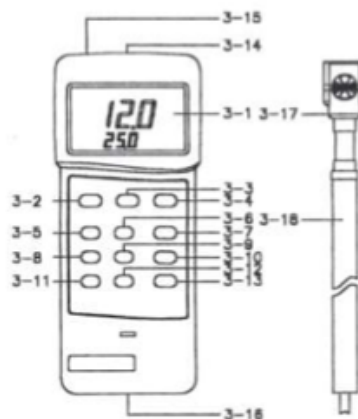

Fig. 1
- 1) Instale el conector de la sonda en la terminal de entrada de la sonda (3-14, Fig.1).
- 2) Encienda el medidor presionando el botón Encendido/Apagado (3-2, Fig.1).
- 3) Seleccione el modo de medición de velocidad presionando el botón VEL/FLUJO (3-7, Fig.1).
- 4) Seleccione la unidad de medición que desea usar, presionando el botón de conversión oC/oF (3-4, Fig.1).
- 5) Seleccione la unidad de medición que desea usar para medir la velocidad, (mph, ft/min, knot, Km/h, m/s) Presionando el botón de unidad/ (3-6, Fig.1).
Durante el proceso de medición, presione el botón de retención de datos (3-3, Fig.1) para retener el valor de su medición en la pantalla, esta indicara el símbolo "HOLD" en el lado izquierdo.*Presione el botón de retención de datos de nuevo para desactivar esta función.
*Presione el botón de MAX/MIN (3-5, Fig.1) una vez después de estar en el modo de retención de datos. El símbolo de REC aparecerá en la pantalla. Al mismo tiempo el medidor guardara el valor recibido por la sonda.*Presione de nuevo, el símbolo de MAX aparecerá en el lado izquierdo debajo de la pantalla y el valor máximo guardado aparecerá en la pantalla al mismo tiempo.*Presione de nuevo el símbolo de MIN, aparecerá en el lado izquierdo debajo de la pantalla y el valor máximo guardado aparecerá en la pantalla al mismo tiempo.***Presione el botón de MAX/MIN por 3 segundos para salir del modo de registro de datos.**
- 1) Instale el enchufe de sonda dentro de la terminal de entrada de la sonda (3-14, Fig.1).
- 4) Seleccione la unidad de medición que desea usar para medir la velocidad, (CMM p CFM) Presionando el botón de unidad/ (3-6, Fig.1).
5) Presione el botón de selección de área (3-13, Fig 1) para seleccionar el tamaño del área de medición (m²,ft²) El ajustes de área más exacto es el valor de flujo de aire mas exacto moderado. Cuando presione el botón, el símbolo  y el primer dígito intermitente aparecerán. Ahora puede continuar con el procedimiento de seleccionar el área.
6) Use los cuatro botones para el procedimiento de selección de área, ▲ , UNIT/▼ , ► y MAX/MIN. (Por favor refiérase a la Fig. 1).
Durante el proceso de medición, presione el botón de retención de datos (3-3 Fig. 1), cuando congele el valor de la medición aparecerá el símbolo “HOLD” en la pantalla del lado izquierdo.
El instrumento cuenta con una terminal de 3.5 mm para la interfase RS323 (3-15, Fig 1).
- 2) Quite la cubierta de las baterías (3-16, Fig.1) para remover las baterías.